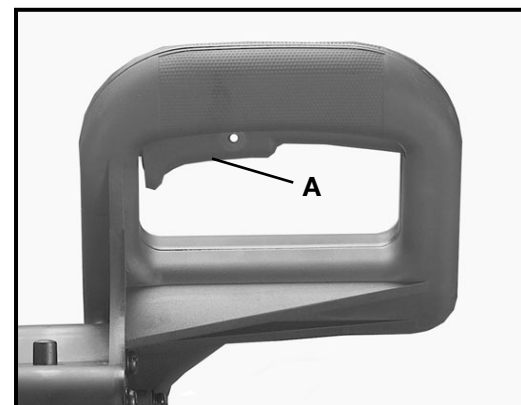

Fig. 10
Pour mettre la machine en marche, appuyez sur la détente (A) fig. 10, de l'interrupteur. Pour arrêter la machine, relâchez la détente.
Cette scie à onglets est dotée d'un frein de lame, électrique et automatique. Dès que la détente (A) fig. 10 est relâchée, le frein électrique est actionné et arrête la lame en quelques instants.
**DANGER : UNE LAME EN ROTATION PEUT ÊTRE DANGEREUSE. UNE FOIS LA COUPE TERMINÉE, RELÂCHER LA DÉTENTE (A) FIG. 10, POUR ACTIONNER LE FREIN DE LA LAME. GARDER LA TÊTE DE COUPE ABAISSÉE TANT QUE LA LAME TOURNE.**